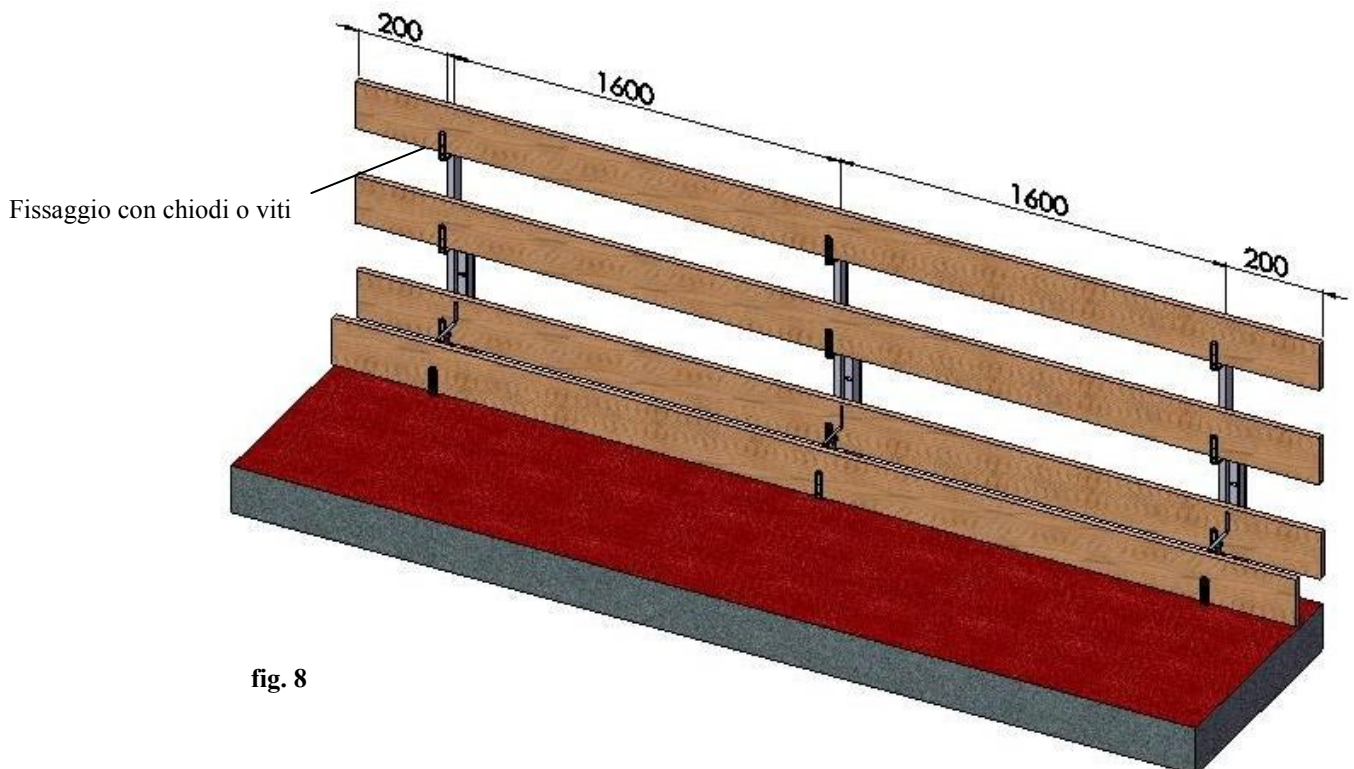

fig. 8
- Completare il montaggio del sistema di protezione provvisorio, inserendo negli appositi sostegni le tavole in legno di abete o di altra essenza (classe minima di resistenza C16 – UNI EN 338), o con altri profili metallici in grado di resistere ai carichi richiesti dalla normativa UNI EN 13374 : 2013 (fig. 8 a pag 9);
- Le tavole (fig. 8) o i profili utilizzati devono essere integri sotto l'aspetto della resistenza e la loro lunghezza minima deve essere superiore di almeno 400 mm a due campate. (esempio: 1600 mm + 1600 mm + 200 mm + 200 mm = 3600 mm)